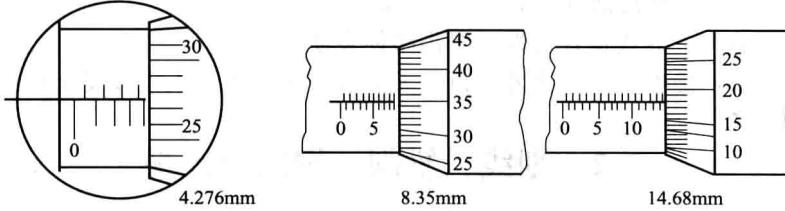

图 1-11 千分尺读数示例
- ① 以游标（副尺）零刻线位置为准，在尺身上读出游标零线以左的刻度在尺身（主尺）上的整数部分，图示为  $33\text{mm}$ 。
- ② 在游标上查出与尺身刻线对齐的那一条刻线，读出该刻线在游标上的格数，将其与精度  $0.02\text{mm}$  相乘，就得到读数的小数部分，图示为  $12 \times 0.02 = 0.24\text{mm}$ 。
- ③ 将所得到的整数部分和小数部分相加，得到总尺寸为  $33.24\text{mm}$ ，如图 1-11 所示。
千分尺的读数机构由固定套筒和微分筒组成，如图 1-11 所示，测微螺杆上螺纹的螺距为 0.5mm，当微分筒转动一周时，测微螺杆就轴向移动 0.5mm。固定套筒上刻有间隙为 0.5mm 的刻度线，微分筒左侧锥形圆周上均匀刻有 50 等份的刻度线。因此，当微分筒每转一格时，测微螺杆就移动  $0.5/50=0.01\text{mm}$ 。千分尺的读数步骤如下。